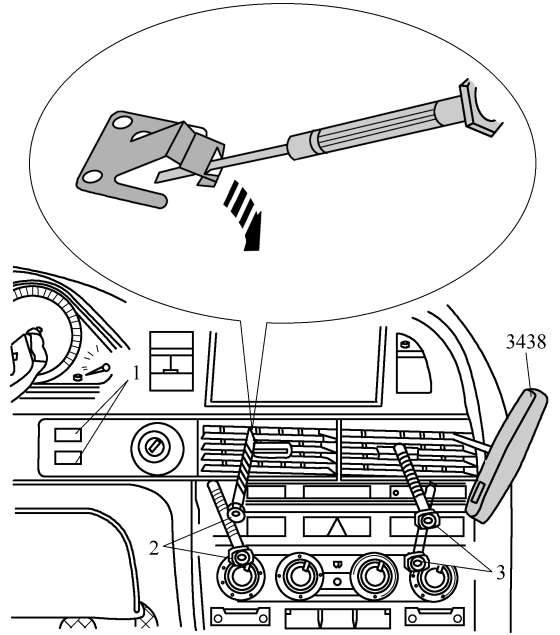
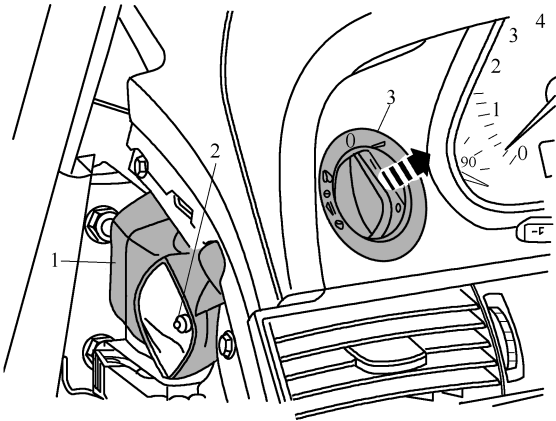

图 9-2-3 用钩子 3438 从两侧将仪表板出风口从安装开口中拔出(二)
图 9-2-4 从组合仪表中拆下车灯开关
(8) 通过插入钟表匠用螺钉旋具 2 和 3，如图 9-2-3 箭头所示，脱开全部 4 个固定夹头。
(9) 如图 9-2-3 所示，用钩子 3438 从两侧将仪表板出风口从安装开口中拔出，这时钟表匠用螺钉旋具到必须仍然插着。
(10) 脱开电气插接器。
(11) 用螺钉旋具撬下仪表板上左侧的盖板。
(12) 如图 9-2-4 所示，转动车灯开关 3 至位置“0”。旋出空气导管 1 上的膨胀销 2，并拆下空气导管。由仪表板出风口上方开口的侧面穿入，并将车灯开关从组合仪表中顶出（箭头所示），脱开电气插接器。